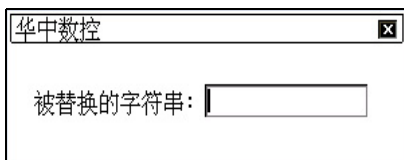

图 5.2.3 输入被替换字符串
(1) 在编辑功能子菜单下（图 5.0.1）按 **F9** 键，弹出如图 5.2.3 所示的对话框，按 **Esc** 键，将取消替换操作；